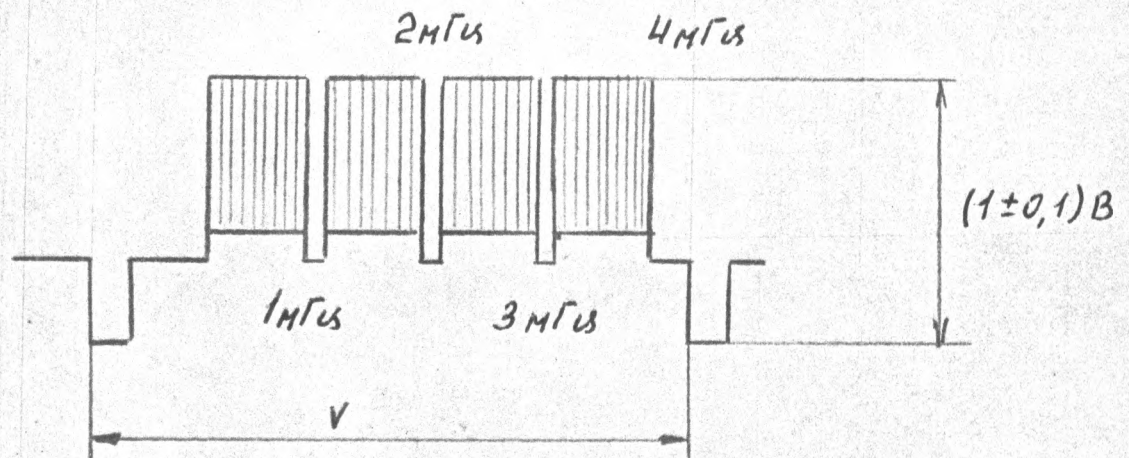

РИС. 7.13
7.6.9.1. УСТАНОВИТЕ СИГНАЛ "КЧ" ГЕНЕРАТОРА VS12CX (РИС. 7.13)